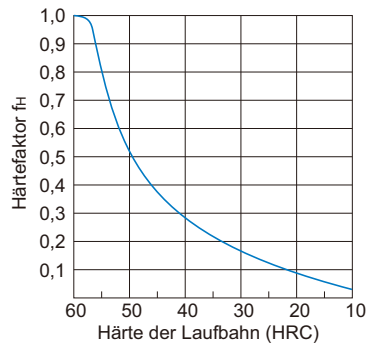

Abb. 2 Härtefaktor ( $f_H$ )
- C : Dynamische Tragzahl (N)
- Pc : Berechnete Radialbelastung (N)
- fH : Härtefaktor (siehe Abb. 2 auf **A5-6**)